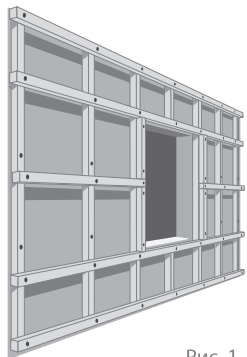
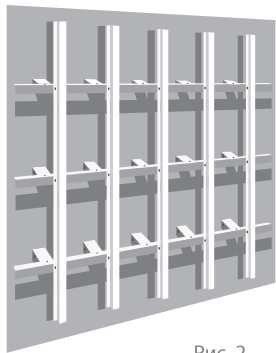

Рис. 1
Рис. 2
- ▷ Возведение обрешетки – для вертикальной укладки панелей возводится горизонтально (рис. 1), для горизонтальной укладки панелей – вертикально (рис. 2). Шаг обрешетки – от 400 мм до 1000 мм, в зависимости от конструкции здания и типа панелей. В местах проемов выполняется сплошная обрешетка.
рис. 1а
рис. 1б
рис. 1в
Крюки устанавливаются на стропила или карнизную планку с шагом 600-900 мм. Длинные крюки монтируются **до** укладки кровельного материала (рис. 1а), короткие - **как до, так и после** (рис. 1б). Количество крюков рассчитывается по формуле: $n=L:b$, где **L** - расстояние между первым и последним крюком, **b** - расстояние между крюками. Следует учесть крюки, которые обязательно устанавливаются на концах желоба, в местах стыка желобов между собой и с углами желоба.
Для лучшего стока воды по желобу в сторону воронки необходим уклон желоба не менее 5 мм на погонный метр. Для этого крюки устанавливаются с вертикальным смещением: $h=0,005xL$, где **L** - расстояние между первым и последним крюком. Перед установкой разметьте крюки с учетом вертикального смещения (рис. 1в). Не забудьте учесть горизонтальность карниза. Устанавливайте крюки так, чтобы край листа металлочерепицы попадал примерно в центр желоба.
рис. 2а
рис. 2б
Расстояние от верхнего края желоба до выреза должно быть не менее 15 мм (рис. 2а).
Для полукруглого желоба рекомендуемое расстояние между торцом желоба и воронкой – 150 мм. Наденьте воронку на желоб, закрепив завальцованной стороной в замке на внешней стороне желоба и отогните фиксаторы воронки внутрь желоба (рис. 2б).